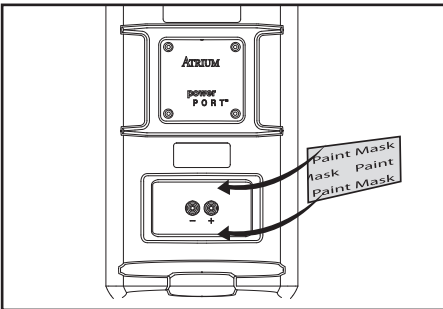
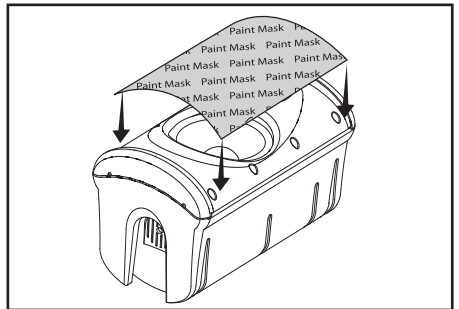

FIGURE 5
FIGURE 6
2. Mask off the binding posts on the back of the speaker [figure 5], the end panels and bracket knobs, and carefully mask off the front of the speakers to protect the drivers and baffles while painting [figure 6]. The grille features an engraved logo pod. You can mask this off or paint right over it.
2. Masquez les bornes situées à l'arrière de l'enceinte [figure 5], les panneaux des extrémités de l'enceinte, puis masquez la surface avant des enceintes avec soin pour protéger les transducteurs et l'écran acoustique lors de l'application de la peinture [figure 6]. Masquez également la portion fileté des boutons et des écrous. La grille est dotée d'un logo—vous pouvez le masquer ou le peindre.